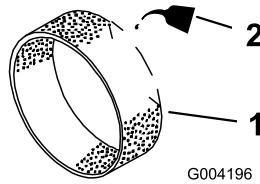

図 19
- 乾いたらエンジンオイルを 60 ccほど含ませる(図 19)。